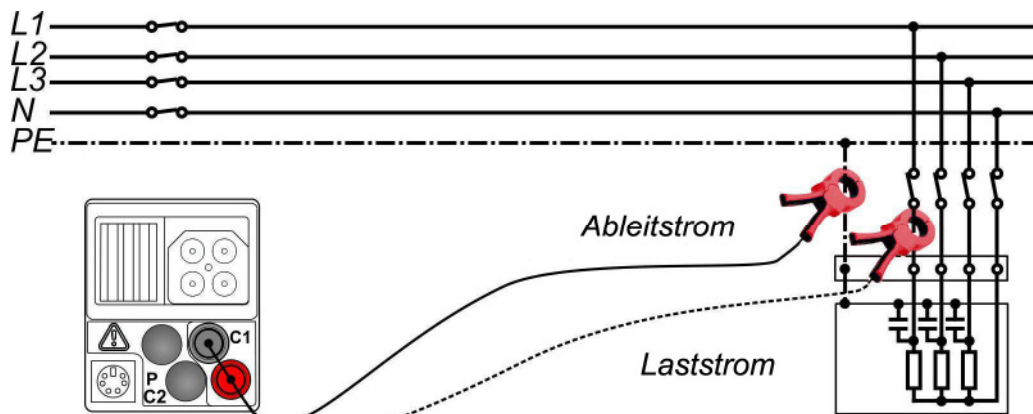

Abbildung 5.39: Anschluss des optionalen Stromzangenadapters BENNING CC 1, BENNING CC 2 oder BENNING CC 3
- ❑ Umfassen Sie den einadrigen Leiter mit der Strommesszange (siehe Abbildung 5.39).